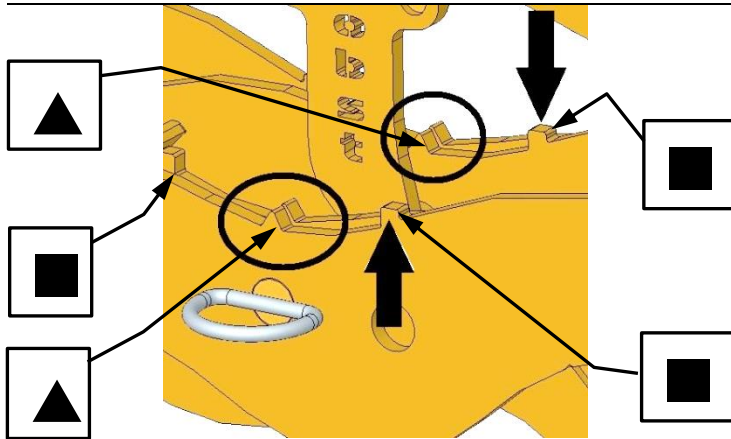
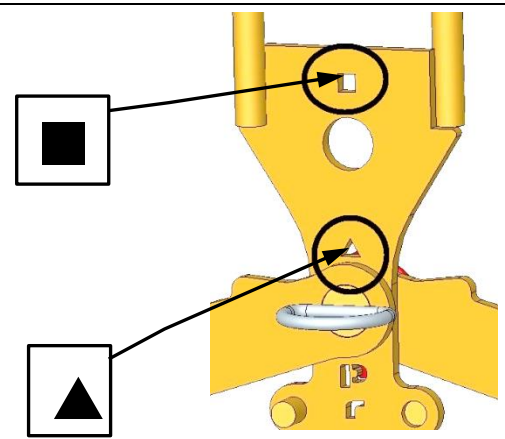

Abb. 2
Abb. 3
- Für diesen Greifbereich müssen die Dreieck ▲-Kennzeichnungen an den Greifarmen (in der Mitte des Gerätes) **deckungsgleich** sein (Abb. 2) und am Verriegelungshaken (2) muss die Dreieck ▲-Kennzeichnung über dem Steckbolzen mit Klappsplint (8) positioniert werden (Abb. 3).
- Um die Greifbereichseinstellung vorzunehmen, wird der Steckbolzen mit Klappsplint (6) bzw. der Steckbolzen mit Klappsplint (8) entfernt.
- Nachdem der Greifbereich eingestellt wurde, muss das Gerät wieder mit dem Steckbolzen mit Klappsplint (8) bzw. mit Steckbolzen (6) gesichert werden.
- Für diesen Greifbereich müssen die Viereck ■-Kennzeichnungen an den Greifarmen (in der Mitte des Gerätes) **deckungsgleich** sein (Abb. 2) und am Verriegelungshaken (2) muss die Viereck ■-Kennzeichnung über dem Steckbolzen mit Klappsplint (8) positioniert werden (Abb. 3).
- Um die Greifbereichseinstellung vorzunehmen, wird der Steckbolzen (6) sowie der Steckbolzen mit Klappsplint (8) entfernt.